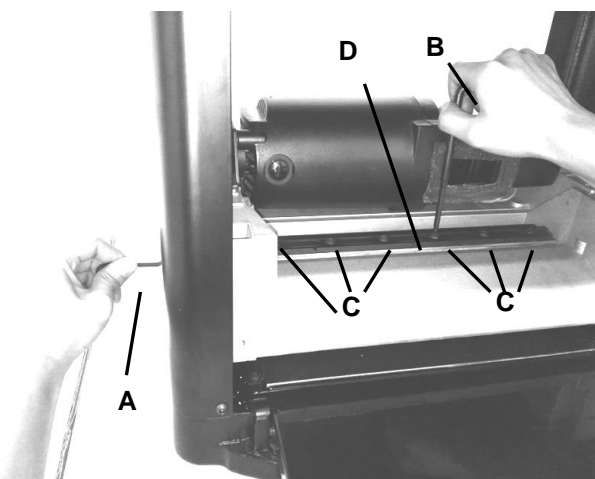

FIG 8
4. Faites tourner la tête de coupe à l'aide de la clé six pans (A) fournie. Faites tourner la tête de coupe à l'aide de la clé jusqu'à ce que le bord tranchant de la lame ne soit pas visible dans votre angle de vision. VOIR FIG 8 en page suivante.
5. A l'aide de la clé Torx (B) fournie, dévissez les six vis (C) juste assez pour que la barre de verrouillage (D) se sépare du couteau/fer (E), permettant ainsi de retirer le couteau/fer. Ne retirez pas complètement les vis. Insérez l'outil magnétique d'extraction du couteau/fer (F) sous le centre de la barre de verrouillage. VOIR FIG 8 & 9 en page suivante.